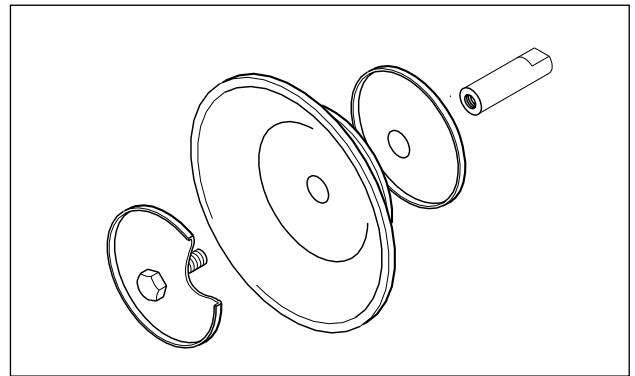

Fig. 13: Montaje de la membrana estándar con disco interior y exterior
- Las bombas DL 40, 50 y 80 con diafragmas de PTFE tienen pistones interiores gruesos para reducir y reubicar la carrera. Si los diafragmas de PTFE se instalan con posterioridad, hay que utilizar también los pistones correspondientes (Fig. 13).